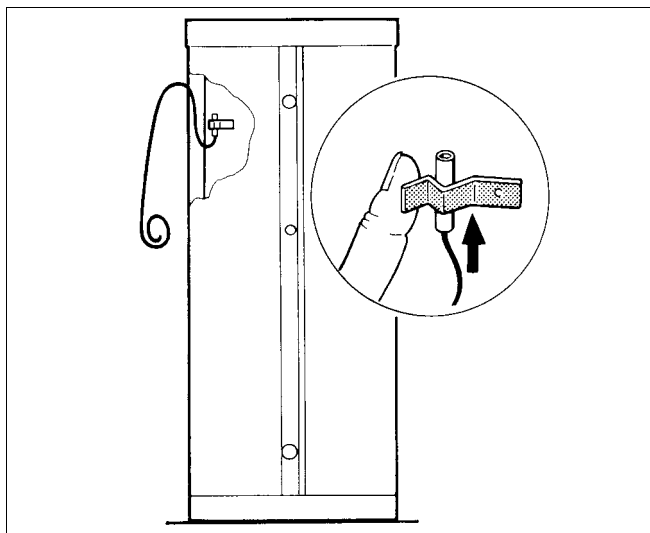

Fig. 7 Montage des sondes
- Placer la sonde dans le support à ressort de manière à ce que toute la surface de contact de la sonde soit posée à plat à l'extérieur sur l'habillage du préparateur (fig. 7).